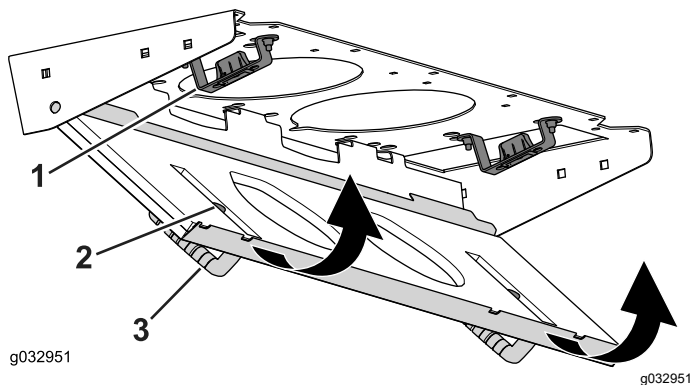

Bild 85
4. Drehen Sie den Filterschirm um die Laschen, bis der Riegel in die Riegelhalterung (Bild 85) einrastet.